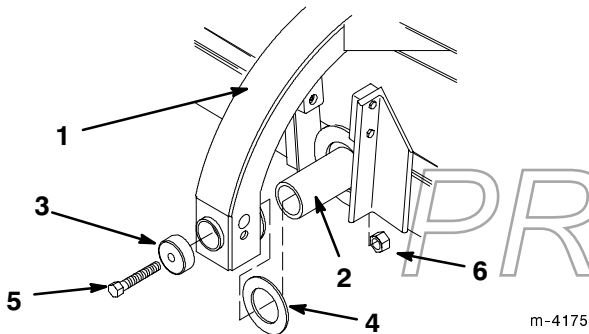

Figure 2
1. Monter la rondelle de butée et le châssis de pivot sur l’axe à l’arrière de la tête de balai (Fig. 2).
2. Fixer le châssis de pivot à l’aide d’un capuchon de pivot, d’un boulon de 19 mm (3/4”) x 26,7 cm (10 1/2”), et d’un écrou de 19 mm (3/4”) (Fig. 2).